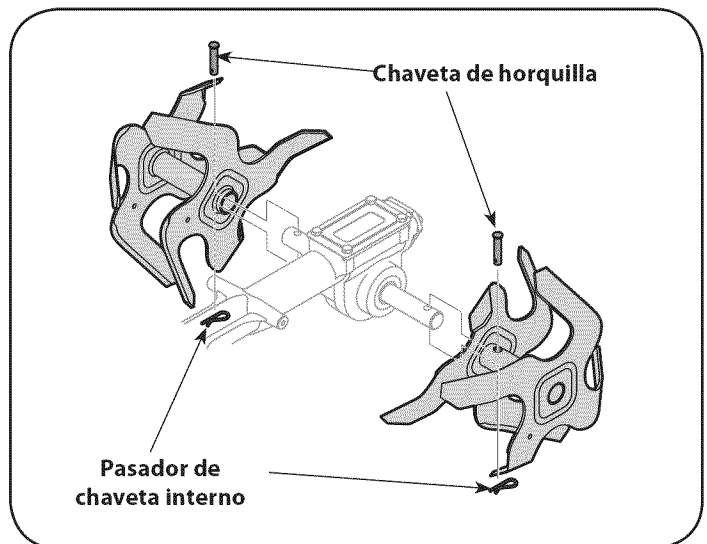

Figura 28
3. Para retirar un conjunto de dientes, simplemente saque la chaveta de retén interna que sujeta la chaveta de horquilla. Vea la Figura 28.